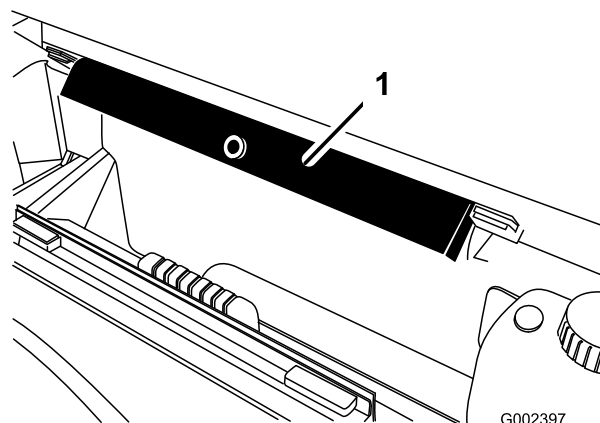

Figura 78
7. Retire o suporte da plataforma dos suportes existentes na parte de trás do painel do sistema ROPS (Figura 78).